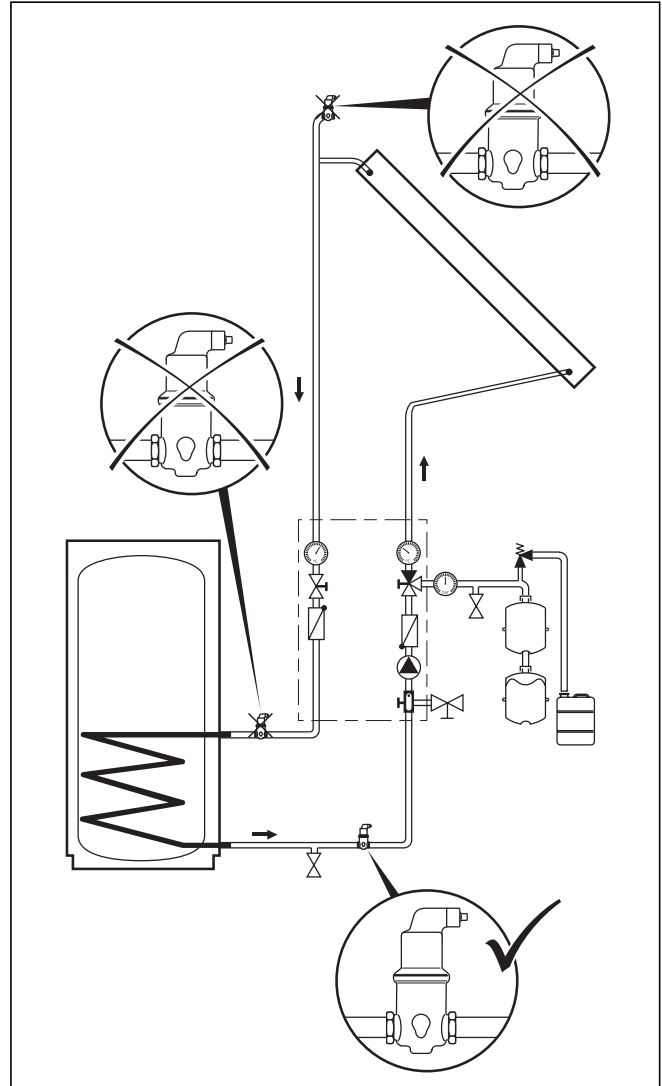

Abb. 4.3 Automatisches Luftabscheidesystem
- Entlüftung über ein Luftabscheidesystem (→ **Abb. 4.3**)